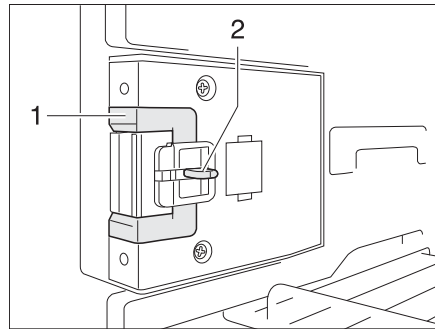
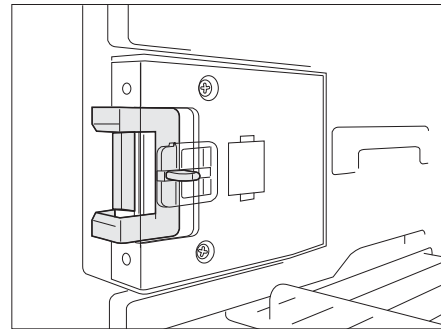

Fig. 275 Dispositivo de cierre en posición normal
Fig. 276 Dispositivo de cierre en posición de ventilación
- Hundir el desbloqueo (Fig. 275,2).
- Empujar el dispositivo de cierre (Fig. 275,1) hacia delante (Fig. 276).